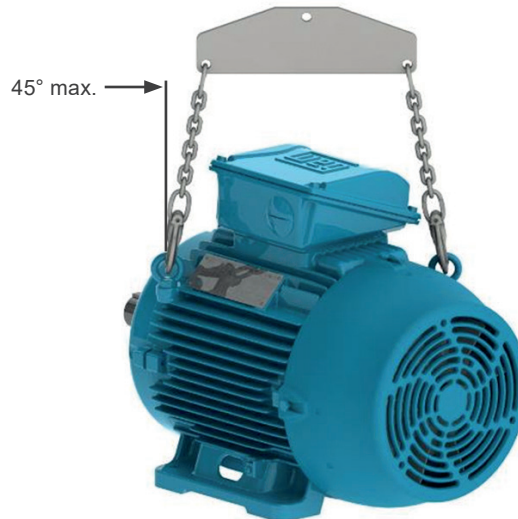

Figura 4.4: Ângulo máximo resultante para motores com dois ou mais olhais de içamento
- Motores com olhais verticais, conforme Figura 4.4 na página 171, o ângulo máximo resultante deve ser de 45° em relação ao eixo vertical. Recomenda-se a utilização de uma barra separadora (spreader beam), para manter o elemento de içamento (corrente ou cabo) no eixo vertical e evitando danos à superfície do motor.